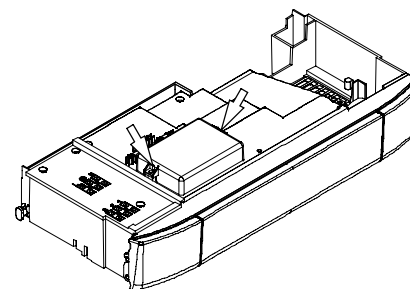

fig. 5.17
- Togliere le due viti indicate in fig. 5.17 e aprire il coperchio della morsettierà collegamento sonda esterna e comando remoto.
Svitare le viti e rimuovere il coperchio copri morsettiera fig. 5.17